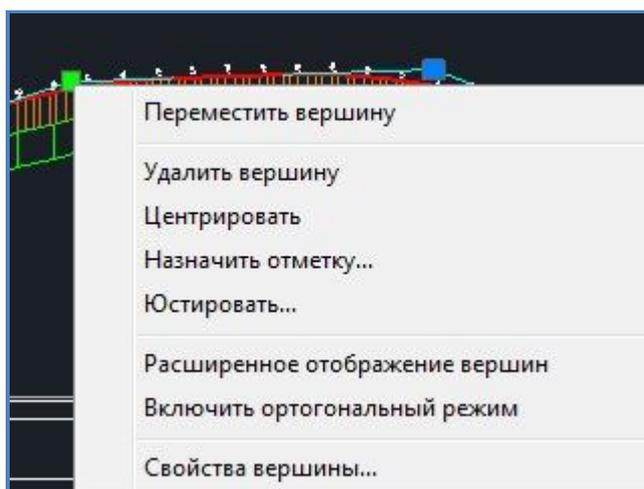

Рис.3.4. Вид контекстного меню для редактирования вершин продольного профиля
2. Команды контекстного меню, которое открывается при наведении курсора мыши на вершину (перелом) продольного профиля и нажатии на правую клавишу мыши. Вид контекстного меню приведен на рис.3.4.
Вид 1  – применяется для перемещения вершины перелома профиля, при нажатии на ней правой клавишей мыши выпадает контекстное меню, приведенное на рис.3.4.